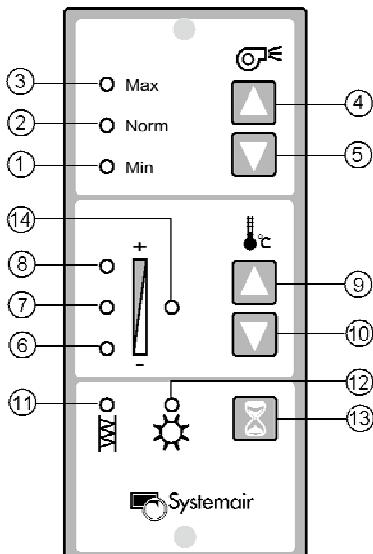

Рис. 3 Fig. 3
Принцип действия (Рис.3)
OPERATION (Fig. 3)
При установке агрегата в коммерческих зданиях может потребоваться установка внешнего таймера для его автоматического переключения между дневным и ночных режимом с меньшим расходом воздуха. Если при работе агрегата в ночном режиме согласно таймеру потребуется перейти к дневному режиму, то необходимо нажать кнопку (13, Рис.3) на контрольной панели. Агрегат автоматически перейдет на режим работы согласно таймеру через 3 часа.
When the unit is installed in commercial buildings, it might be necessary to install a separate week timer for automatic day and night operation (reduced ventilation). If the building is in use when night operation is in function, override to day operation can be obtained by pressing button (13, fig. 3) on the control panel. The unit automatically switches back to operate according to timer settings after 3 hours.
Мешочный фильтр не подлежит чистке. Время работы нового фильтра до замены необходимо переустановить после его установки. Нажмите кнопку 13 (Рис.3) и удерживайте 5 сек. Желтый индикатор (14) и один зеленый индикатор (6, 7 или 8, в зависимости от выбранного периода работы) замигает в течение нескольких секунд.
The bag filter cannot be cleaned and must be changed as necessary. Operation time between filter changes must be re-set after filter change. Press button 13 (fig. 3) for apx. 5 seconds. Yellow lamp (14) and one of the green lamps (6, 7 or 8, depending on chosen operation time) will flash for a few seconds.